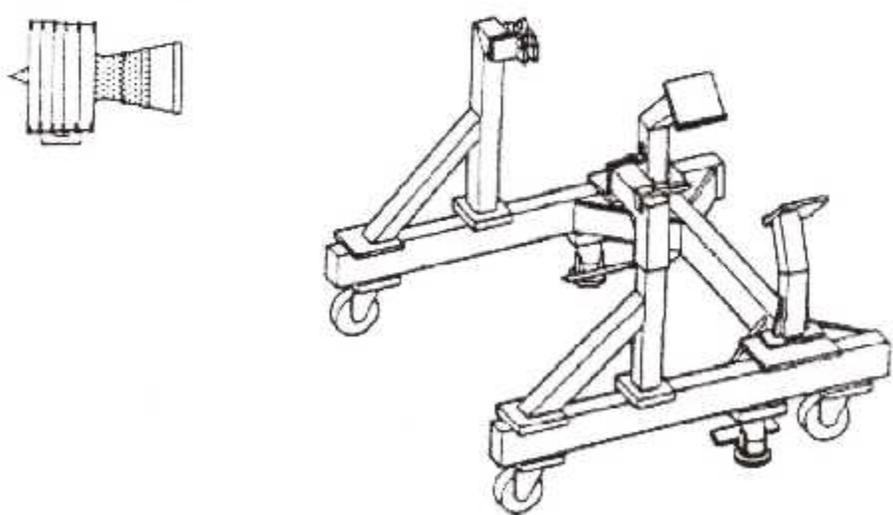

Fig. III. 62 : Chariot, 856A1081G05.
13. On met le module Major Core dans le **Chariot 856A1081G05**, (fig. III.62) comme suit :